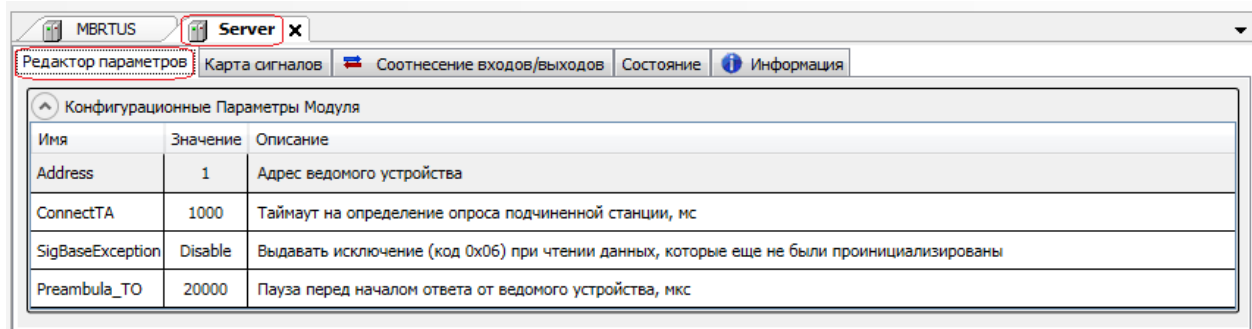

Рисунок 3.38 – Модуль Server. Закладка Редактор параметров
- 2 Перейти на закладку *Редактор параметров* (рисунок 3.38).